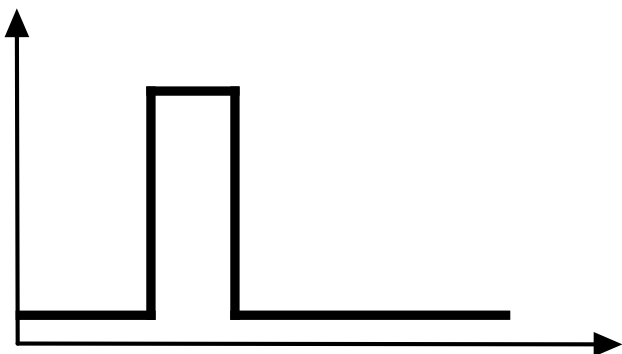

Рис.17. Индикация светодиода
- **Несовпадение ID карты (брелка) со списком карт (брелков), записанных в устройство**, — после прикладывания карты светодиод загорается один раз, на выход 1 подается один короткий импульс. После этого устройство возвращается в режим ожидания карты (брелка). Пример импульса на выходе приведен на **Рис.17**.